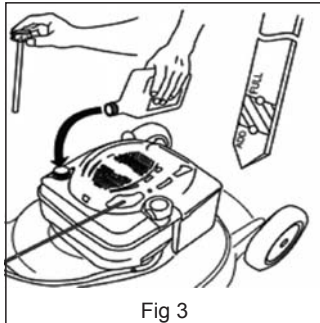

Fig 3
- Dévissez le bouchon d'huile et retirez la jauge. Fig 3